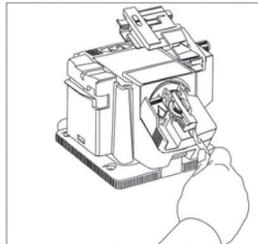

Рис. 3
**6.2.8** Поместите зажимное устройство со сверлом в направляющее отверстие в центре шлифовального диска (Рис. 3).